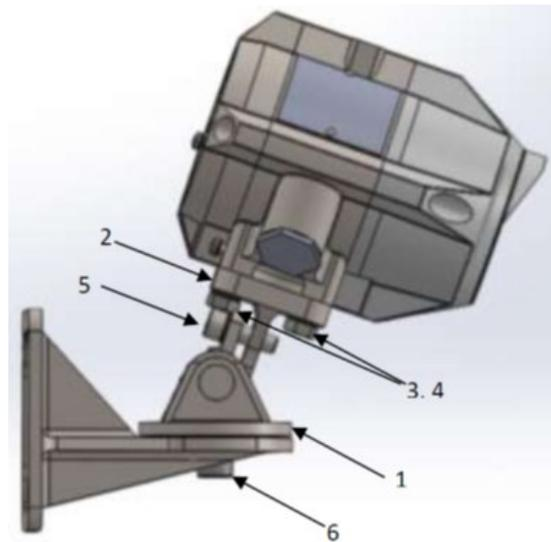

Figure 13 : Détecteur sur support inclinable – Vue latérale
Procédez comme suit pour installer le détecteur à la rotule de fixation, en vous référant à la Figure 13 :
- Placer le détecteur, avec ses entrées de câble/conduit orientées vers le bas, sur la plaque de maintien de la rotule (2, Figure 13).
- Desserrez les vis de verrouillage (5 et 6, Figure 13) de manière à vous permettre de faire pivoter le détecteur.